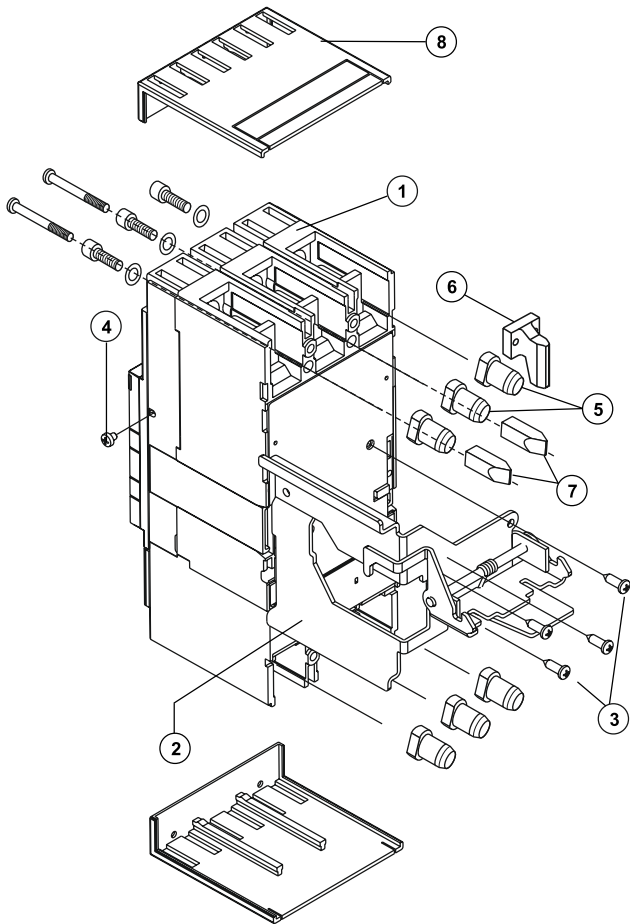

Рисунок 3. Схема сборки монтажных панелей
4.3 Порядок монтажа панели следующий (смотри рисунок 3):
- закрепить втычные контакты 5 для ВА88-35(37) или втычные контакты 6 для ВА88-40(43) к выводам выключателя с помощью торцевого ключа;